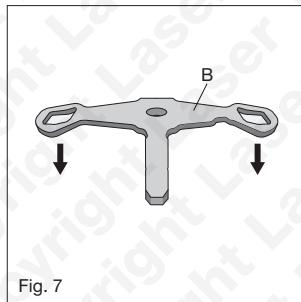

Fig. 7
9. Installer la bride de retenue (B) avec la courbure dans le sens illustré à la Figure 7.